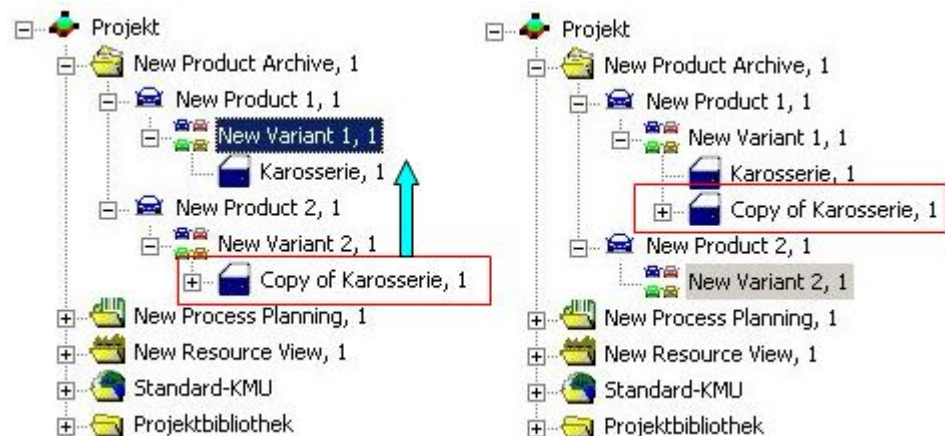

Abbildung 31: Verschieben per Drag & Drop von Objekten
- Bestätigen Sie die Meldung, das Objekt ist verschoben. Siehe auch: Abbildung 31 bei Copy of Karosserie.